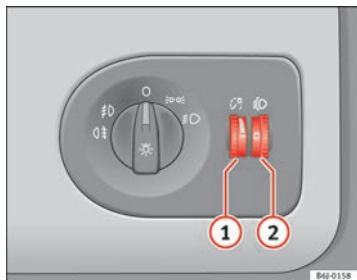

Fig. 54 Tablero de instrumentos: reguladores de la iluminación de instrumentos y mandos (1) y del alcance de los faros (2)
Con las luces encendidas se puede regular la intensidad de la luz de los instrumentos y mandos girando la ruedecilla moleteada ⇒ fig. 54 ①.